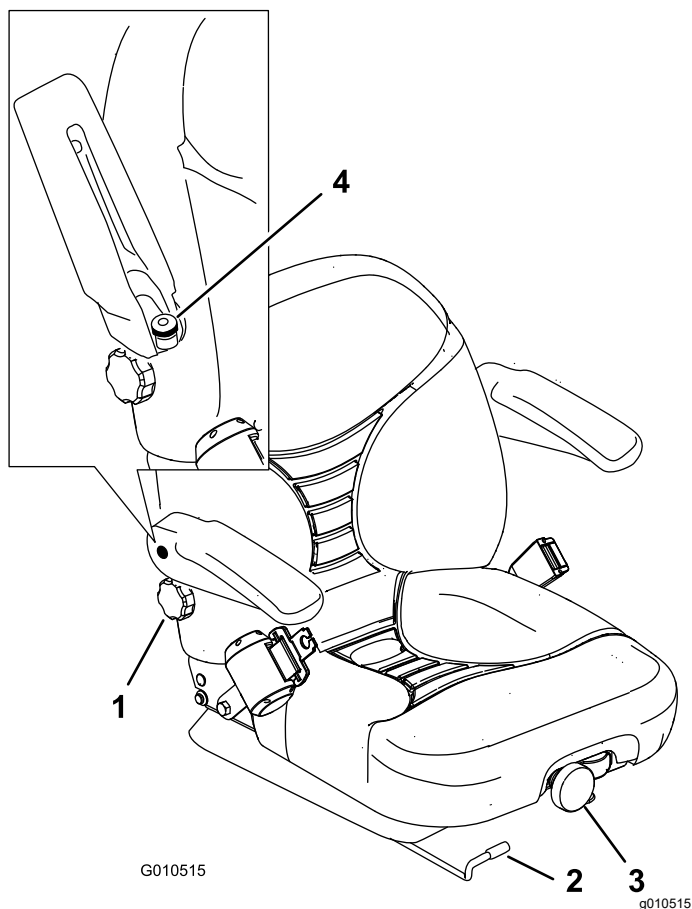

Figura 30
1. Spostate lateralmente la leva per sbloccare il sedile (Figura 30).
Per regolarla, ruotate la manopola anteriore in una delle direzioni per ottenere il miglior comfort (Figura 30).
Per regolarlo, ruotate la manopola sotto il bracciolo destro in una delle direzioni per ottenere il miglior comfort (Figura 30).
Sollevate il bracciolo e ruotate la manopola nella direzione opportuna fino ad ottenere il comfort ottimale (Figura 30).